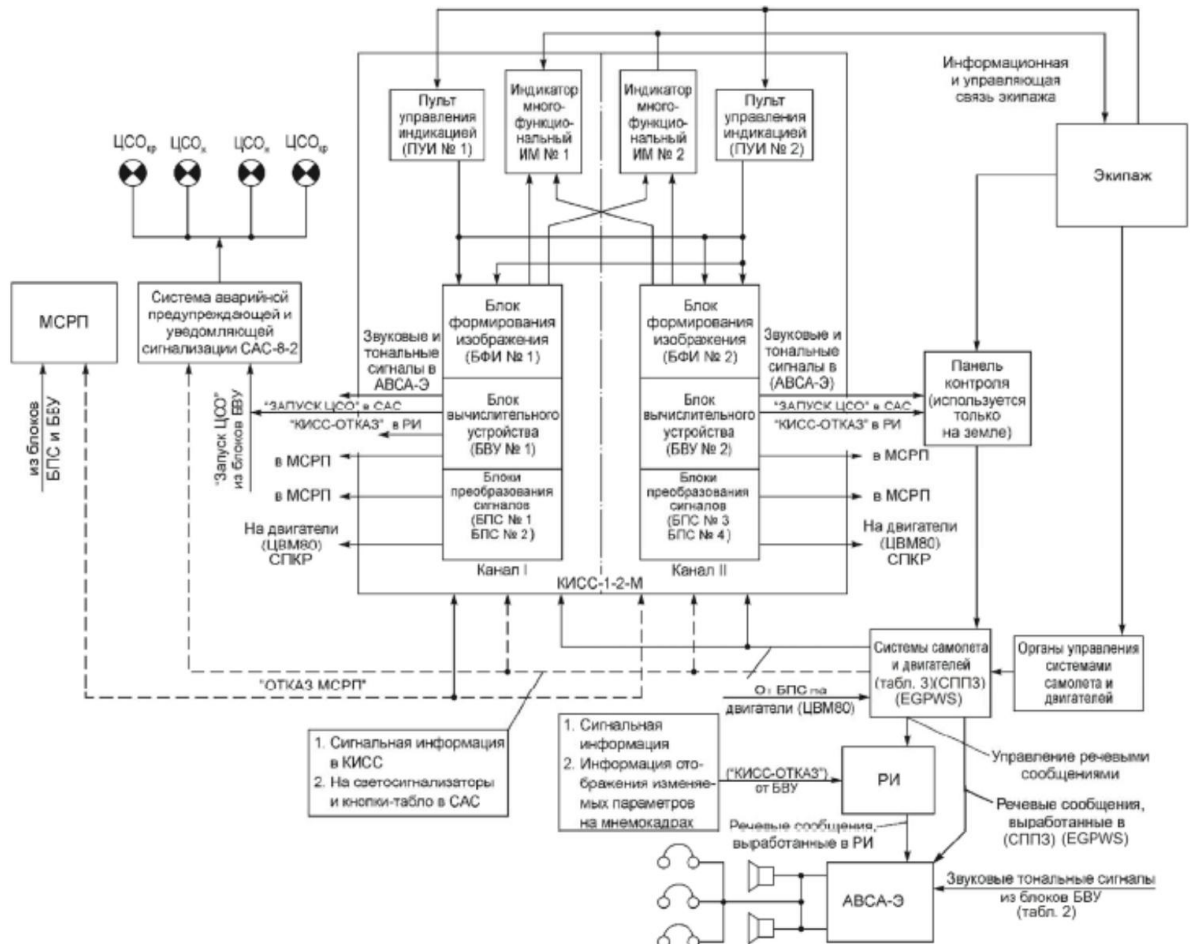

Рис. 3.4. ФУНКЦИОНАЛЬНЫЕ СВЯЗИ КИСС С ДРУГИМИ СИСТЕМАМИ
**Функциональные связи КИСС с другими системами.** К КИСС подключены системы самолета и двигателей, информация о состоянии которых отображается на ИМ (рис. 3.4).
Подключение блоков с сопрягаемыми элементами осуществляется через электрический соединитель типа S-600 (рис. 3.4). На соединителе размещены сигнальные контакты (зоны А и В) и силовые (зона С). Сигнальные контакты имеют буквенно-цифровую маркировку (например 7В), а силовые – только цифровую (например 4). При необходимости указать зону расположения вышеуказанных контактов, их обозначение представляется в следующем виде: А7В (или АВ7), С4.